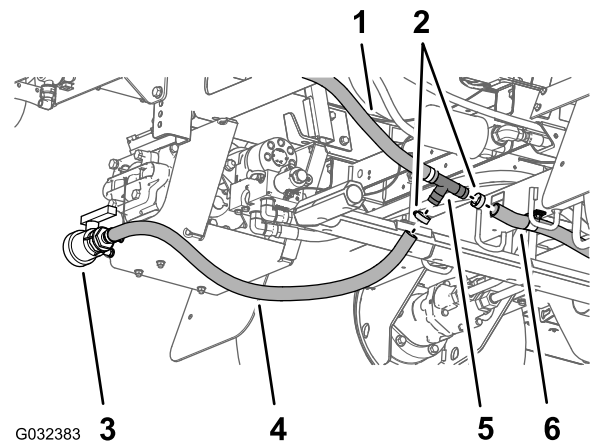
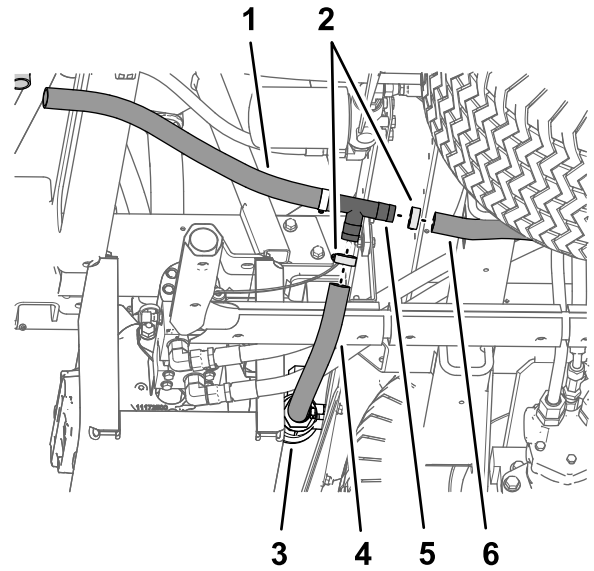

图 42
图 43
4. 取下将排水阀软管和后水箱排水软管固定至宝塔 T 形接头的软管夹图 43 和图 42。
5. 取出排水阀软管和后水箱排水软管的 T 形接头图 42 和图 43。